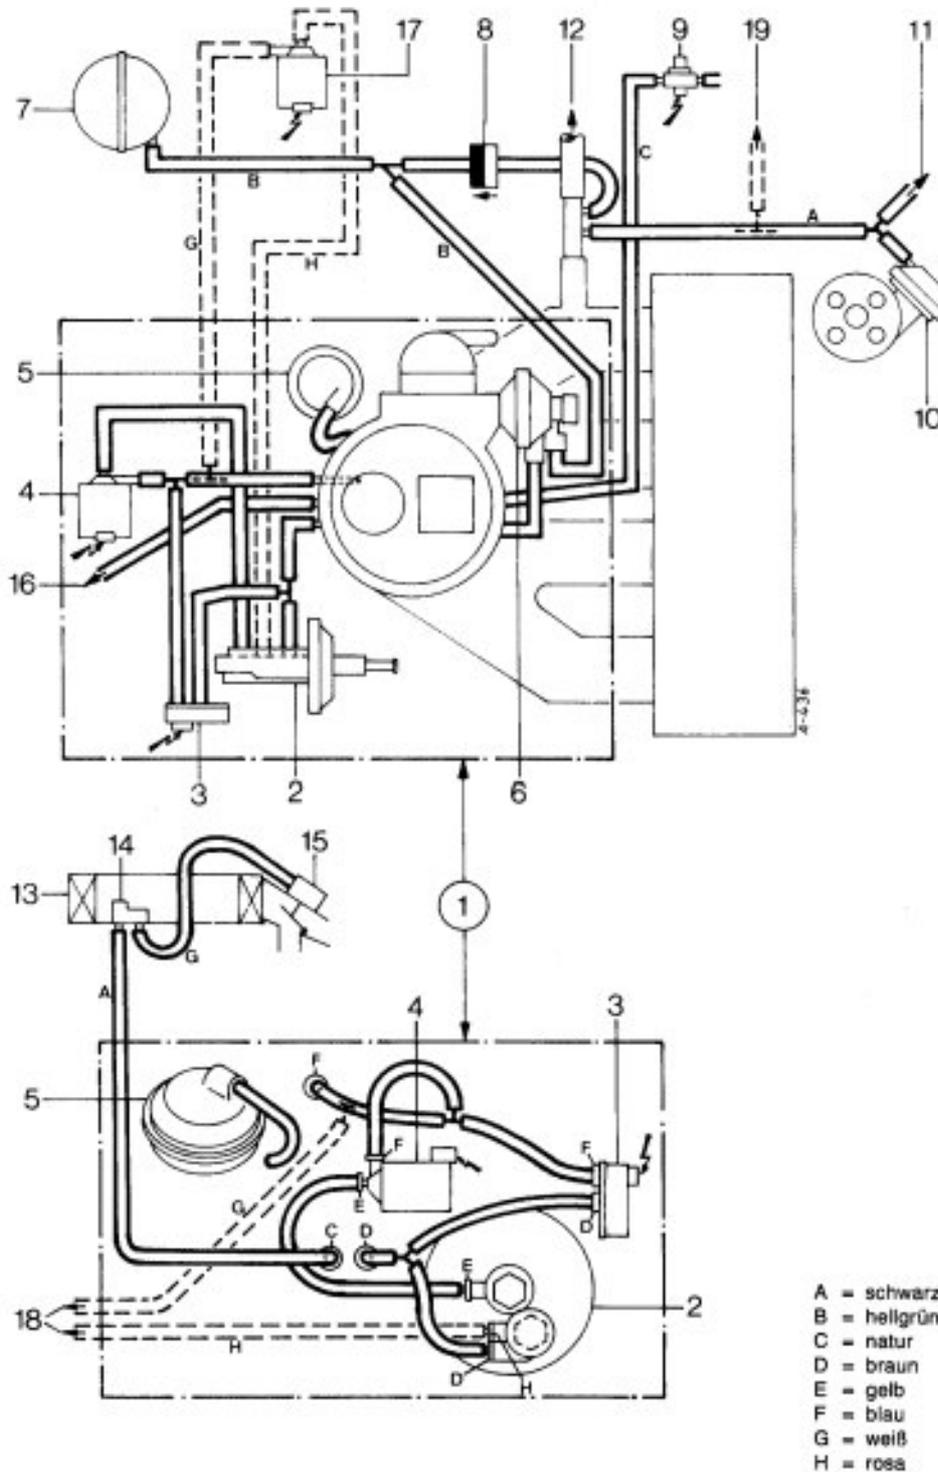

Bild 36
Je nach Temperatur des Temperaturreglers (14) Bild 36 ist nach dem Starten des Motors die Warmluft- bzw. Kaltluftzuführung im Luftfilter geöffnet.